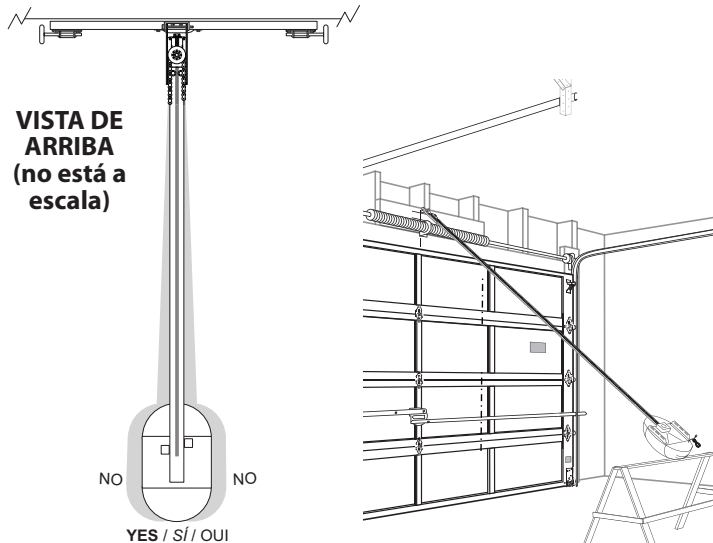

FIG. 2-4 Coloque el conjunto y alinee
- Coloque el riel montado en la pared próximo al soporte del travesaño (**Fig. 2-4**).
NOTA: Antes del acople final al cielo raso, asegúrese de que el conjunto esté bien alineado (**Fig. 2-4**).